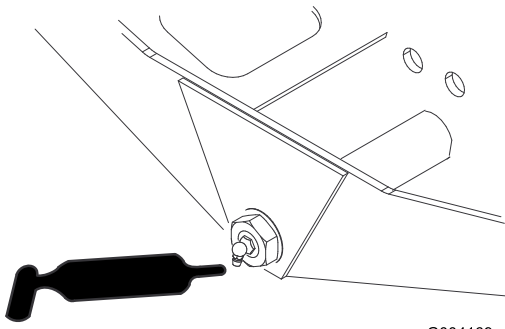

Figura 74
- Pivote de dirección del eje (1) (Figura 74)